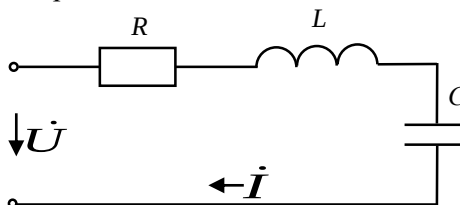

Рис. 1
1. Рассмотрим резонанс напряжений в последовательном контуре (рис. 1).
Рассмотрим частотные характеристики последовательного контура, т. е. зависимость I , U_L , U_C , угла сдвига фаз (ϕ) между напряжением и током от частоты приложенного напряжения. Значение тока в цепи (рис.1) равно